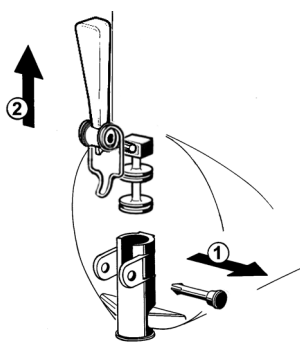

figure 10
- 5 Démontez le robinet selon la séquence indiquée (voir figure 10)
3 Remonter le robinet sur le réservoir en suivant la séquence effectuée pour le démontage en sens inverse (voir figure 10).